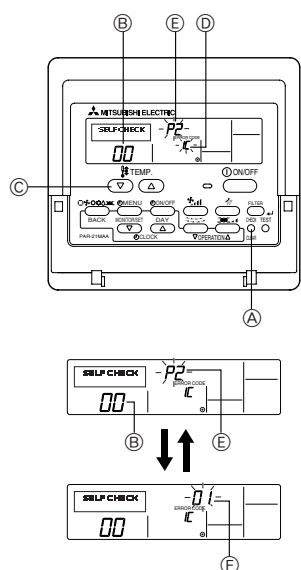

Fig. 7-3
7.3.1. Til ledningsbetjent fjernbetjening (Fig. 7-3)